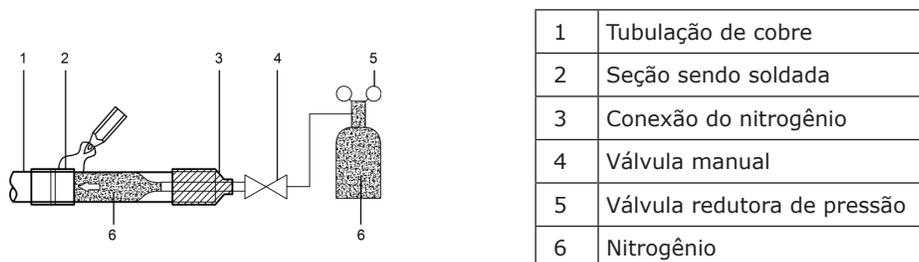

Figura 15
- Durante a soldagem, quando o tubo está cheio de nitrogênio, a pressão do nitrogênio deve ser reduzida para 0,02 MPa usando a válvula de liberação de pressão. Consulte a Figura 15.